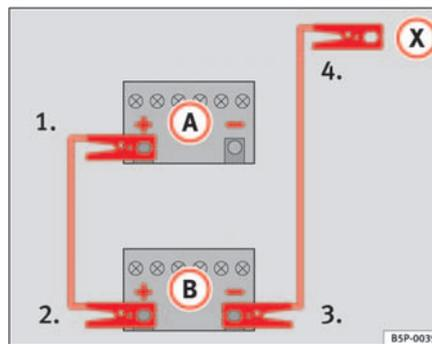

Abb. 158 Schema für das Anklemmen der Starthilfekabel
In der ⇒ Abb. 158 ist **(A)** die entladene Batterie und **(B)** die stromgebende Batterie.
1. Klemmen Sie ein Ende des roten Starthilfekabels an den Pluspol ⇒ Abb. 158 **(+)** des Fahrzeugs mit der entladene Batterie ⇒ .